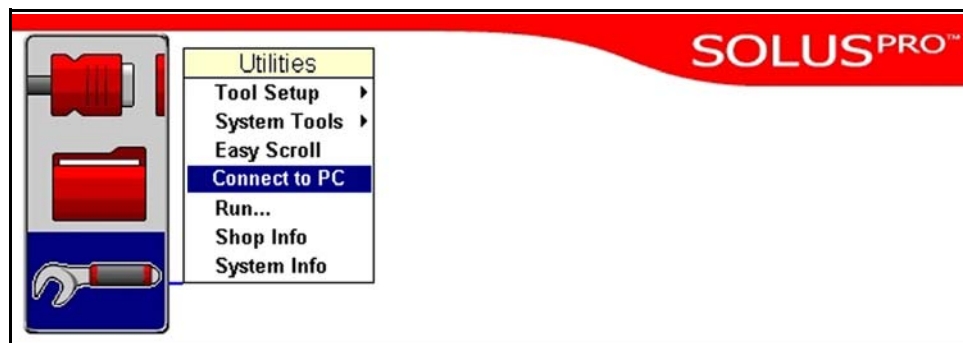

Abbildung 2-21 Menü SOLUS PRO-Dienstprogramme (Beispiel)
- Wählen Sie im Hauptmenü **DIENSTPROGRAMME > Mit PC verbinden** (Abbildung 2-21).